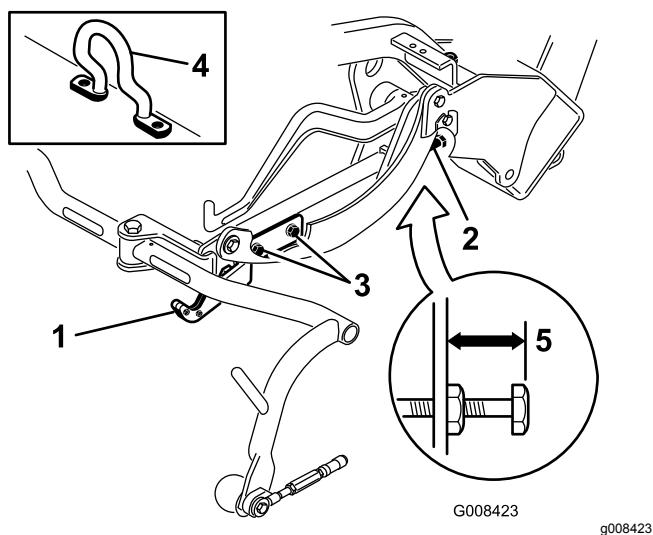
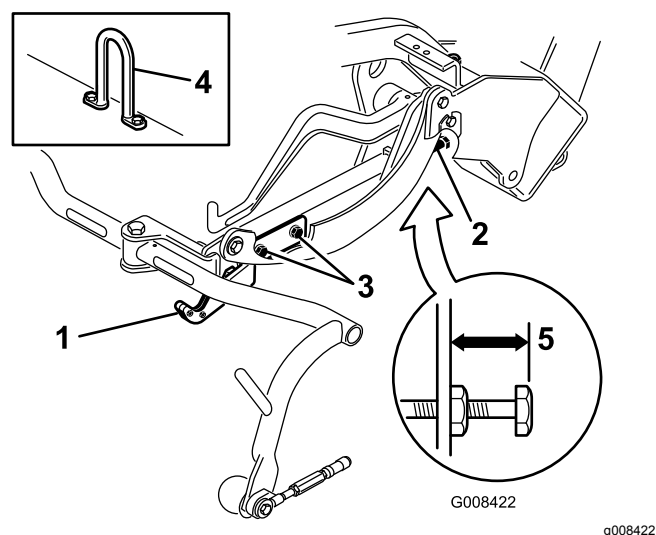
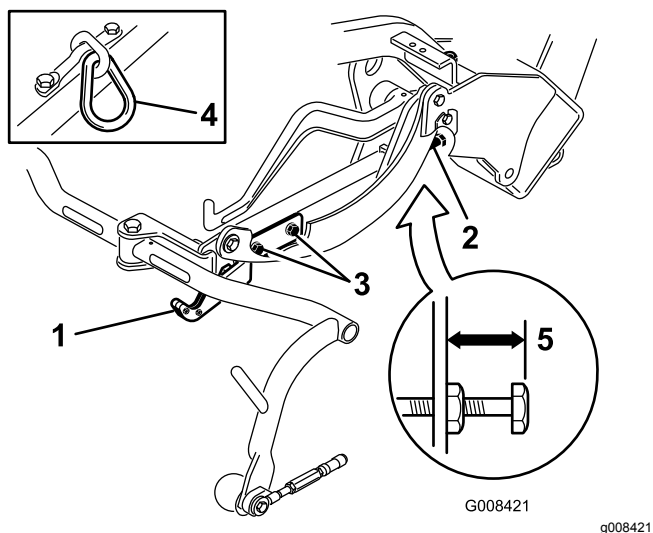

Figura 12
Figura 14
Figura 13
Controllate l'altezza di trasferimento (Figura 13 e Figura 14) e regolatela se necessario.
- Sugli apparati di taglio dotati di un gancio di sollevamento sfalsato (riquadro Figura 12), verificate che la distanza dalla parte superiore della vite di regolazione del telaio portante alla parte posteriore del telaio portante sia pari a 25 mm. Se la distanza non è pari a 25 mm, procedete al passaggio 4.
3. Sugli apparati di taglio dotati di un gancio di sollevamento sfalsato (riquadri Figura 13 e Figura 14), verificate che la distanza dalla parte superiore della vite di regolazione del telaio portante alla parte posteriore del telaio portante sia pari a 22 mm. Se la distanza non è di 22 mm, passate al punto 4. Se l'elemento di taglio è dotato di gancio di sollevamento sfalsato (Figura 12), passate al prossimo punto.
4. Allentate le viti di montaggio della piastra di trasferimento (Figura 13, Figura 14 e Figura 12).
7. Se i telai portanti non si trovano alla stessa altezza, allentate il controdado della vite di regolazione del telaio portante (Figura 12, Figura 13 e Figura 14). Ruotate la vite, svitandola per sollevare il telaio e avvitandola per abbassarlo. Serrate il controdado una volta raggiunta l'altezza corretta.